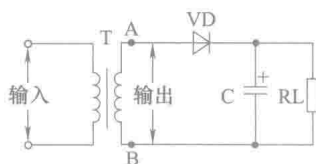

图 1-8 半波整流电路
(1) 半波整流电路 半波整流电路如图 1-8 所示，由变压器 T、二极管 VD、滤波电容 C、电阻 RL 构成。